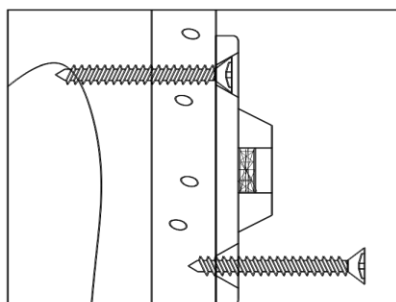

Figure 2
3) INSTALLATION DU SUPPORT CÔTÉ MUR : Placez le support côté mur le long des marques du montant choisi de manière à ce qu'il soit adjacent au support côté meuble lorsque le meuble sera placé à son emplacement final. Le support côté mur devrait être situé 2,5 CM (1 POUCE) plus bas que le support côté meuble (voir la Figure 3). Utilisez les DEUX vis longues pour fixer le support de montage côté mur au mur. Souvenez-vous de placer le support côté mur à la verticale de manière à ce que les deux vis s'enfoncent dans le montant choisi (voir la Figure 2).